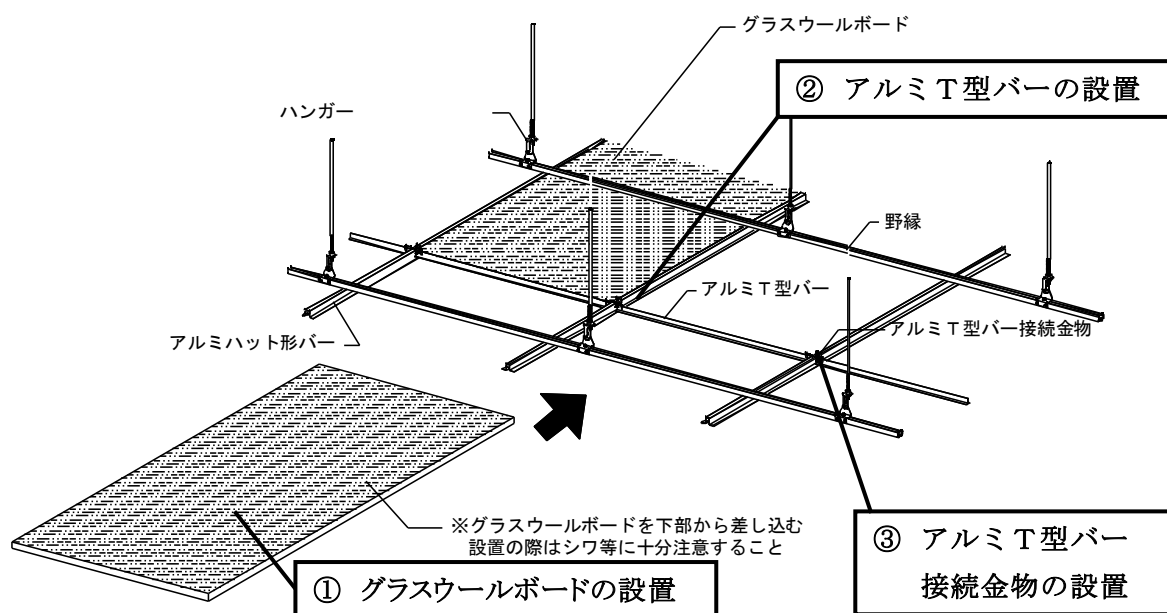

図 2-12-2 グラスウールボードの設置手順
グラスウールボードの設置手順については、アルミT型バーの通りを確認しながら**①～③の流れで順次設置**すること。(図 2-12-2 参照)